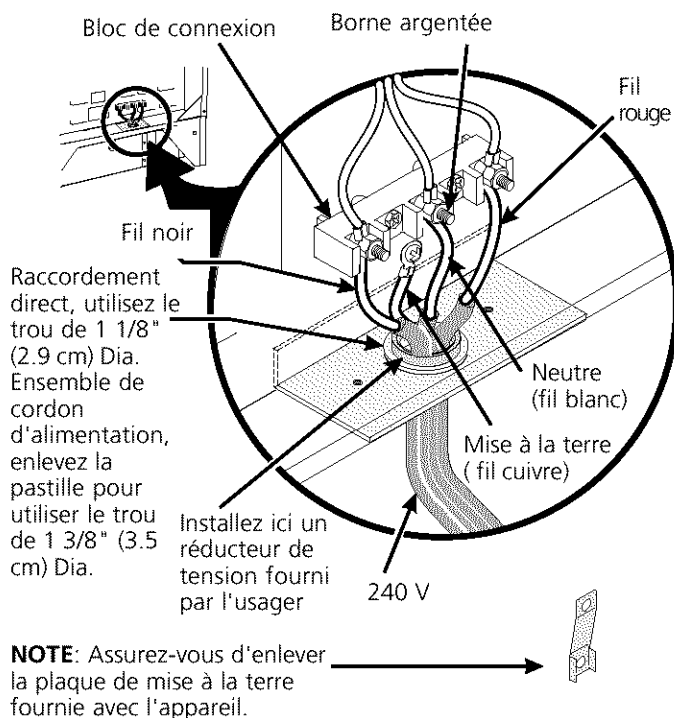

Figure 5
Il est possible de connecter l'appareil soit au moyen d'un câblage "permanent dur" (câble flexible en cuivre blindé ou muni d'une gaine protectrice non métallique) soit au moyen d'un ensemble de cordon d'alimentation. Seul un ensemble de cordon d'alimentation d'un minimum de 125/250 volts, 40 ampères et certifié pour utilisation avec cuisinière doit être utilisé. Le cordon doit être muni de 3 ou 4 conducteurs (États-Unis seulement). Dans les maisons mobiles (États-Unis), ou tout autre endroit où les codes locaux interdisent la mise à la terre au moyen du conducteur neutre, un cordon d'alimentation de 4 conducteurs d'un minimum de 125/250 volts, 40 ampères et certifié pour l'utilisation avec cuisinière doit être utilisée (voir Figure 5).
4. Branchez le fil de mise à la terre (vert) du cordon d'alimentation cuivré, au châssis de l'appareil avec la vis de mise à la terre, à l'aide du trou dans le châssis à l'endroit où la bande de mise à la terre a été enlevée (voir Figure 5).